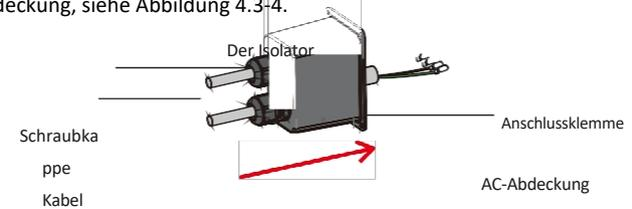

Abbildung 4.3-4 Das Wechselstromkabel wird durch die
Schritt 2. Führen Sie das Netzkabel mit Hilfe der Klemmen in der Zubehörbox durch die Klemmenabdeckung, siehe Abbildung 4.3-4.